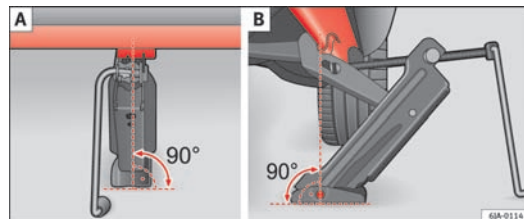

Fig. 133 Sådan sættes donkraften på.
- Stil donkraften således, at dens griber får fat i kanten på panelet  $\Rightarrow$  Fig. 133 – B under markeringen på panelet.
- Sørg for, at donkraftens bundplade står på et lige underlag, og at den befinder sig i lodret position  $\Rightarrow$  Fig. 133 i forhold til det punkt, hvor dens griber tager fat i kanten på panelet.